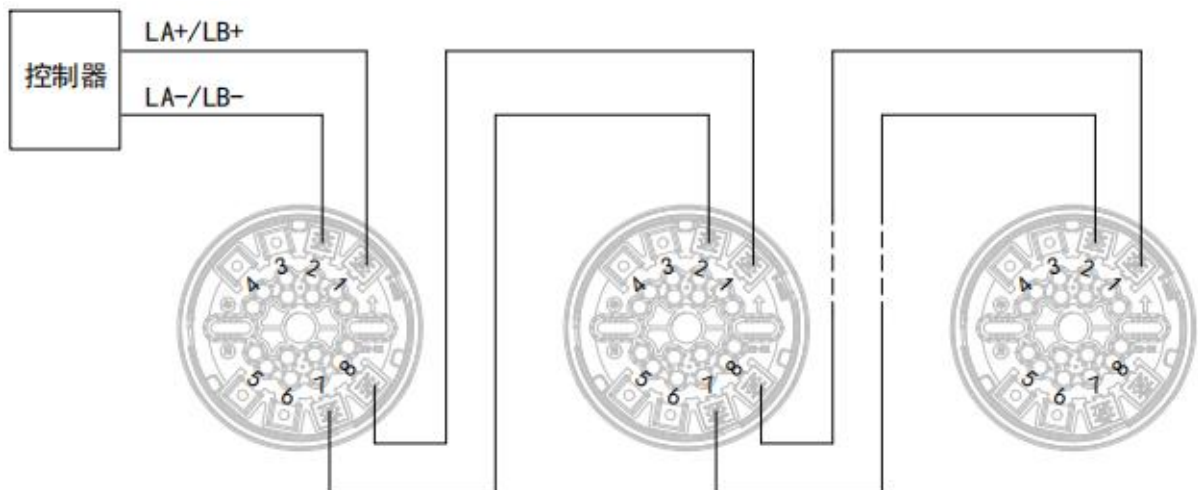

图 2 支路接线方式底座接线图
- 支路接法：端子 1、2 接回路总线 LA+/LA-或 LB+/LB-，区分极性；端子 7、8 为出线接下一底座的端子 2、1，如图 2 所示：